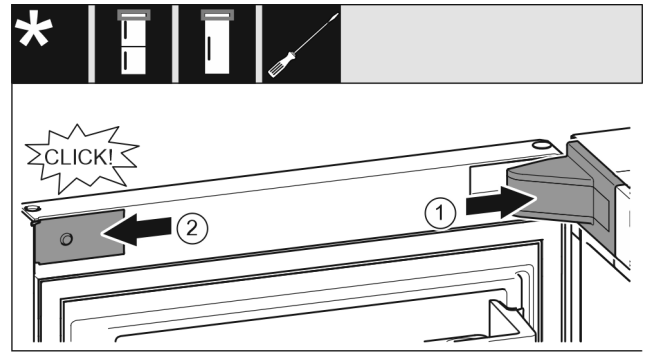

Fig. 21
- ▶ Nasadíte kryt ložiskovej konzoly a zaistíte, príp. opatrne roztláčte. Fig. 21 (1)
- ▶ Zboku nasadíte a zaistíte kryt. Fig. 21 (2)